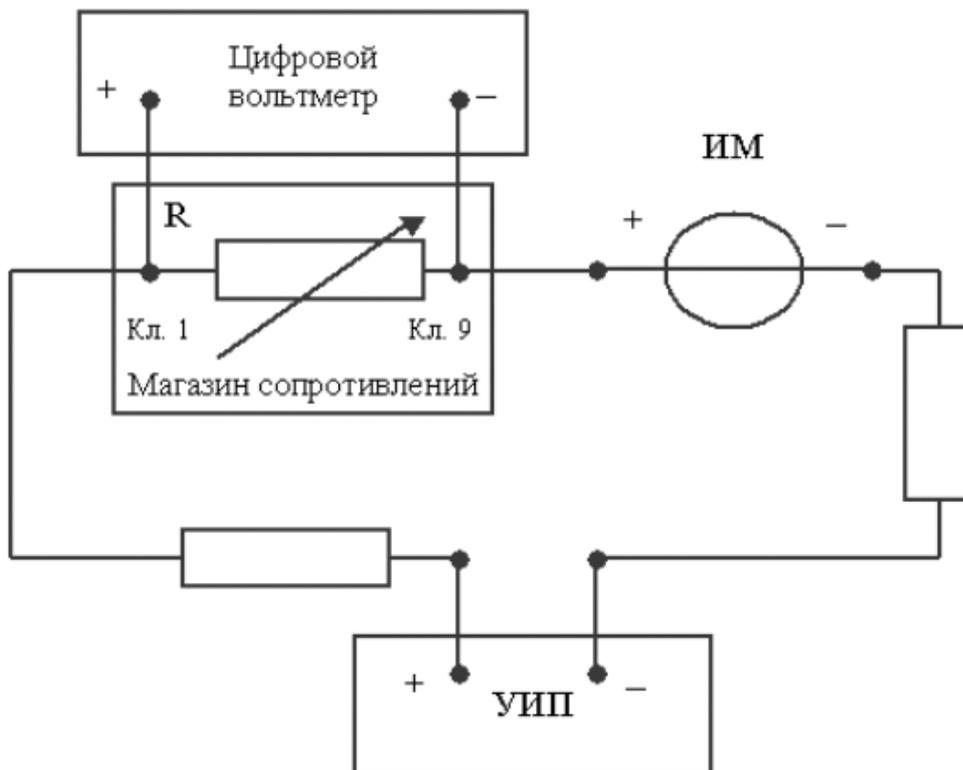

Рисунок 9.3 Схема соединения приборов при выполнении работы №9
5.4 Рассчитайте значение сопротивления R , при котором ток в цепи (рисунок 9.3) составит 15 мА, если напряжение на выходе УИП составит 5В (при расчете учтите внутреннее сопротивление вольтамперметра и УИП).